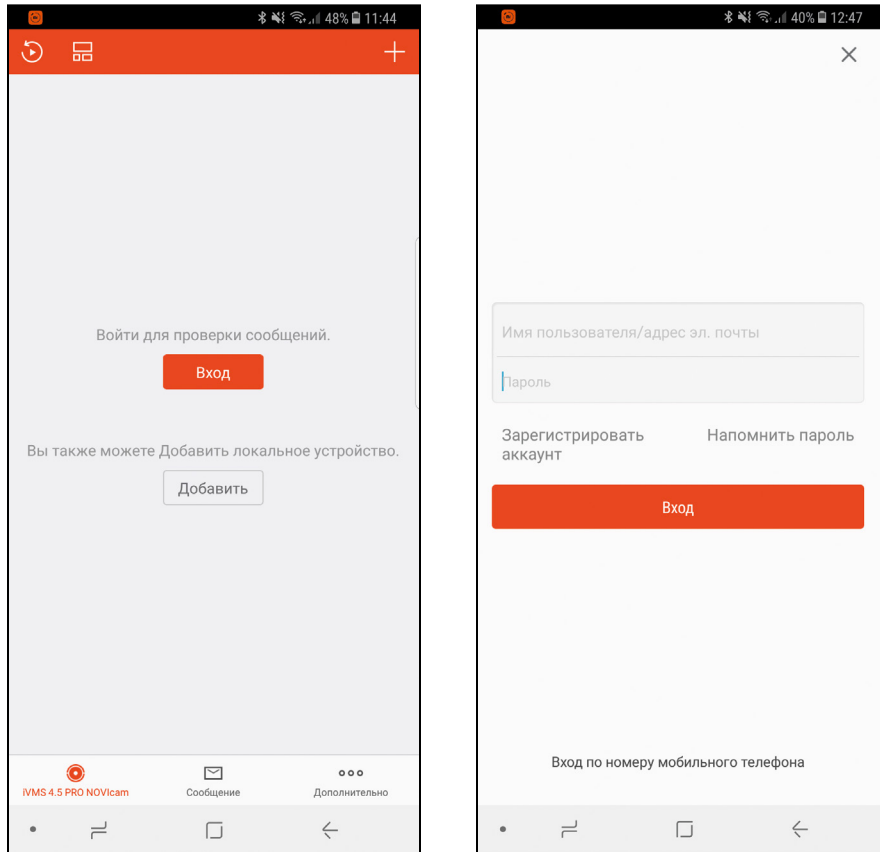

Рис. 34 Вход в учетную запись P2P
3. Для авторизации в учетной записи нажмите **Вход**. Введите **Имя пользователя/адрес эл. почты** и **Пароль** от Вашей учетной записи P2P (если вы еще не зарегистрировались, необходимо нажать **Зарегистрировать аккаунт**). (Рис.34)